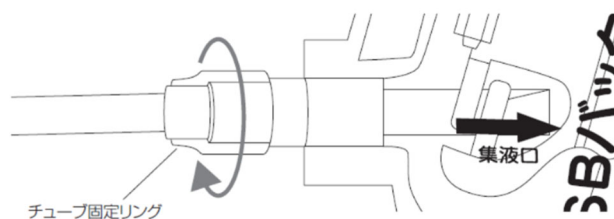

図 6
12. チューブ固定リングを集液口に向かって右回転させて突き当たるまで捻じ込んでチューブ固定をする。（図 6）
- 3) チューブ固定リングを集液口に向かって右回転させて突き当たるまで捻じ込んでチューブ固定をする。（図6）